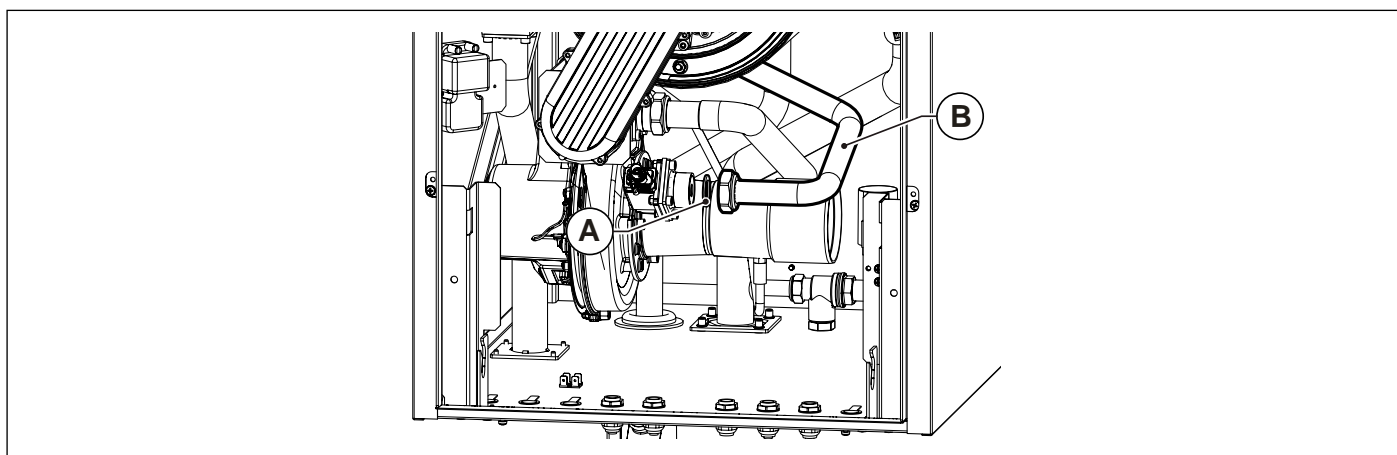

Рис. 43 Замените диафрагму газа KR 150
- Отсоедините газовую трубу (В) от смесителя (см. Рис. 43 Замените диафрагму газа KR 150).
- Замените диафрагму газа (А) на новую в соответствии с типом газа (см. Рис. 43 Замените диафрагму газа KR 150).